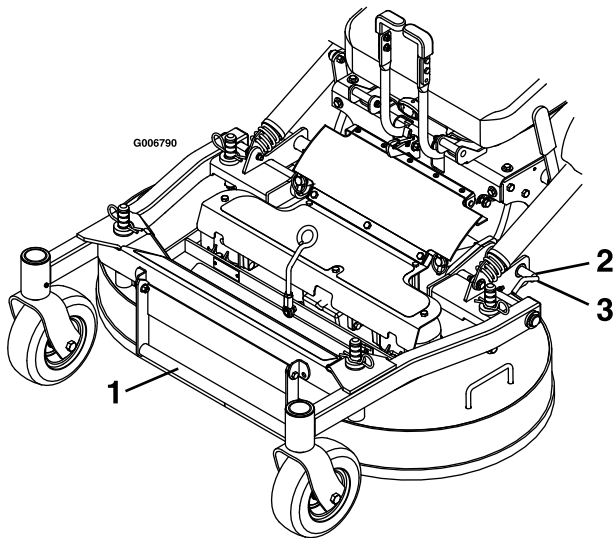

**Figura 9**
5. Desaperte os parafusos e remova as proteções metálicas como se mostra na Figura 9.
2. Instale as proteções metálicas e os parafusos como se mostra na Figura 9.